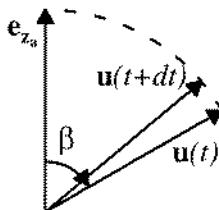

Figure 6 : \mathbf{u} doit être ramené vers la verticale apparente.
- En vous aidant de la figure 6, déterminer la direction du moment \mathbf{M} appliqué au gyroscope pour que \mathbf{u} soit ramené vers \mathbf{e}_{z_a} .